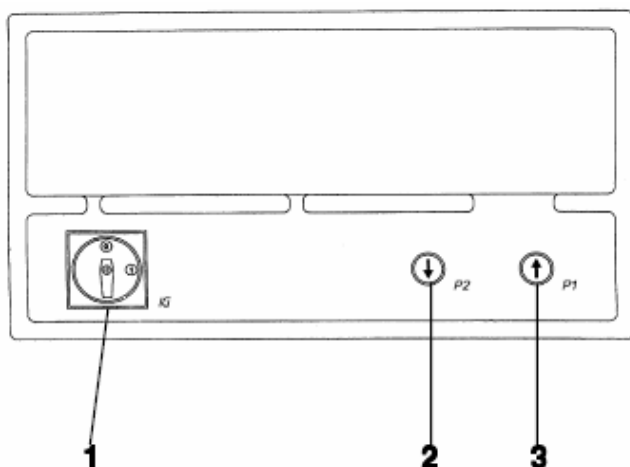

Рис. 36
Up («Вверх»). (см. Рис. 36) Поверните главный выключатель (1) в положение 1. Нажимайте кнопку подъема (3) до тех пор, пока платформы не достигнут желаемой высоты.